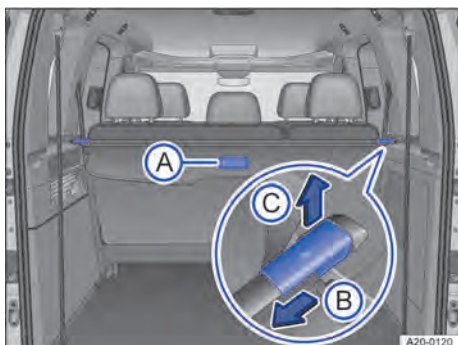

Fig. 150 Dans le coffre à bagages : couvercle-coffre
1. Tirez légèrement le couvercle-coffre vers l'arrière par la poignée → fig. 150 (A).
1. Tirez uniformément le couvercle-coffre enroulé vers l'arrière par la poignée → fig. 150 (A).
1. Déverrouillez le couvercle-coffre dans le sens de la flèche → fig. 150 (B) et soulevez-le dans le sens de la flèche → fig. 150 (C).
2. Tirez le verrouillage du couvercle-coffre dans le sens de la flèche → fig. 150 (B) et maintenez-le dans cette position.